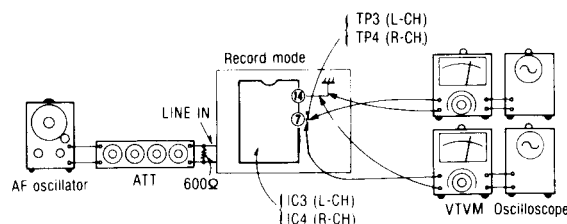

Fig. 20
1. Make connections as shown in fig. 20.
| <p>Côté enregistrement</p> <p>• Vérification des caractéristiques du codeur de type Dolby-B</p> <p>1. Brancher les appareils comme indiqué dans la Fig. 20.</p> <p>2. Placer l'unité sur le mode d'enregistrement. (L'interrupteur de sélection du système de réduction de bruit est sur la position OUT).</p> <p>3. Appliquer un signal de 1 kHz à la borne LINE IN.</p> <p>4. Régler l'atténuateur de sorte que le niveau de sortie aux points de coupure TP3 (canal gauche) et TP4 (canal droit) soit de 12,3mV.</p> <p>5. Le niveau de sortie à la pointe 21 devrait être de 0dB.</p> <p>6. Placer l'interrupteur de sélection du système de réduction de bruit sur B et s'assurer que le niveau du signal de sortie à la pointe 21 des circuits intégrés IC3 (canal gauche) et IC4 (canal droit) est de +6dB±2,5dB.</p> <p>7. Placer l'interrupteur de sélection du système de réduction de bruit sur la position OUT et régler la fréquence sur 5kHz. Le niveau du signal de sortie à la pointe 21 devrait être de 0dB.</p> <p>8. Placer l'interrupteur de sélection du système de réduction de bruit sur la position B et s'assurer que le niveau du signal de sortie à la pointe 21 des circuits intégrés IC3 (canal gauche) et IC4 (canal droit) soit de +8dB±2,5dB.</p> <p>• Vérification des caractéristiques du codeur de type Dolby-C</p> <p>9. Répéter les phases 1 à 5 ci-dessus.</p> <p>10. Placer l'interrupteur de sélection du système de réduction de bruit Dolby sur la position C et s'assurer que le niveau de signal de sortie à la pointe 21 des circuits intégrés IC3 (canal gauche) et IC4 (canal droit) soit de +11,5dB±2,5dB.</p> <p>11. Placer l'interrupteur de sélection du système de réduction de bruit sur la position OUT et régler la fréquence sur 5kHz. Le niveau du signal de sortie à la pointe 21 devrait être de 0dB.</p> <p>12. Placer l'interrupteur de sélection du système de réduction de bruit sur la position C et s'assurer que le niveau du signal de sortie à la pointe 21 des circuits intégrés IC3 (canal gauche) et IC4 (canal droit) soit de +8,5dB±2,5dB.</p> |                                                                                                                                                                                                                                                                                                                                      |                                                                                                                                                                                                                                                        |